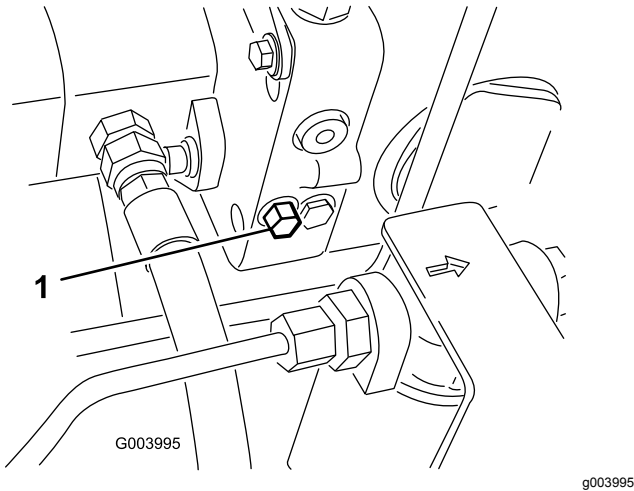

Figure 72
1. Tournez le boulon de la vanne de dérivation une fois et demie pour ouvrir la vanne et permettre la dérivation interne de l'huile (Figure 72).